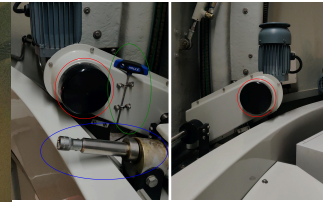
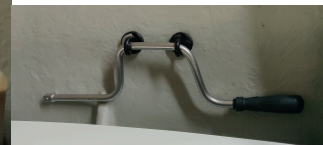

Abb. 3: Tormechanik -
Abb. 5: Notfallkurbel
- **Schwarzen Schutzdeckel** über den Rutschkupplungen (rote Kreise in Abb. 3) der Torantrieben **entfernen**
- **Inbusschlüssel** (grüne Ellipse in Abb. 3) direkt neben der linken Rutschkupplung aus der Halterung **nehmen**
- **Notfallkurbel** (Abb. 5, befindet sich an der linken Seite des Kuppelspalts) in die Aufnahme rechts daneben (blaue Ellipse in Abb. 3) **stecken**